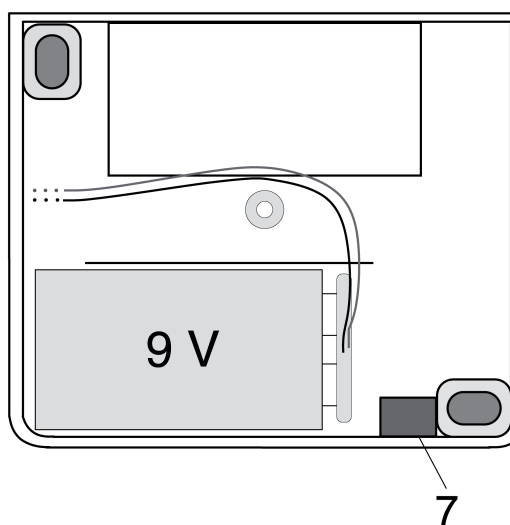

Bild 9
- Kondenswasserloch (7) in der Bodenplatte öffnen, außer bei der Montage in staubigen Räumen (Bild 9).